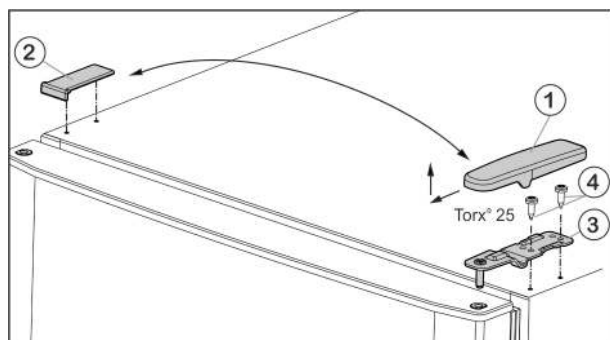

Fig. 6
- ▶ Потяните крышку Fig. 6 (1) вперед и вверх.
- ▶ Снимите крышку Fig. 6 (2).
- ▶ Открутите верхний опорный кронштейн Fig. 6 (3) (2 шт. Torx® 25) Fig. 6 (4) и поднимите вверх.
- ▶ Установите верхний опорный кронштейн *Fig. 6 (3)* на новой стороне шарнира и защелкните в дверце.
- ▶ Привинтите верхний опорный кронштейн (**с моментом 4 Нм**) (2 шт. Torx® 25) *Fig. 6 (4)*. При необходимости используйте аккумуляторный шуруповерт.
- ▶ Наденьте и защелкните крышку *Fig. 6 (1)* на противоположной стороне снаружи.
- ▶ Также наденьте сверху и защелкните крышку *Fig. 6 (2)* на противоположной стороне.